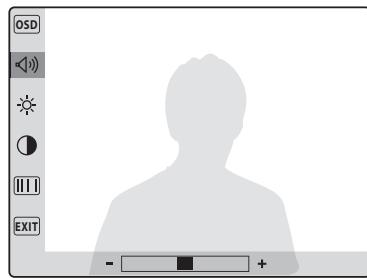

Fig. 18
- Activez le menu de réglage en appuyant sur le bouton (**Fig. 18**).
- Le volume vocal (8 niveaux, **Fig. 18**) ;